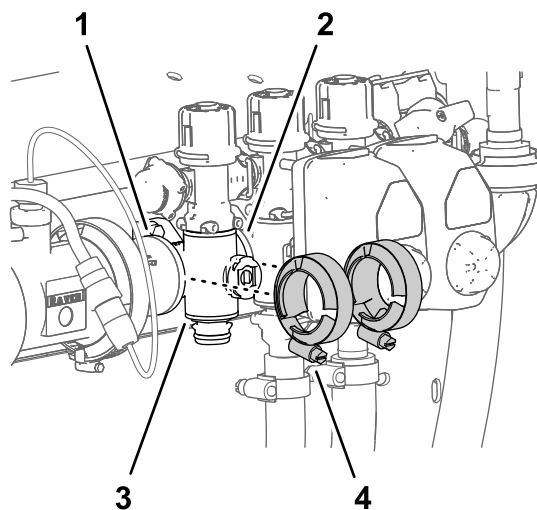

Bild 121
- Entfernen Sie die zwei Flanschklemmen, mit denen das Abschnittverteilterventil an den Flanschen der danebenliegenden Komponenten befestigt ist (Bild 121).